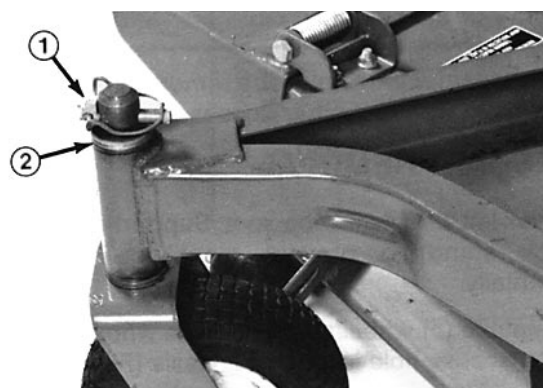

Fig. 9
4. Inserire un cacciachiodi nella sezione superiore o inferiore del tubo di montaggio, e spingere una boccola fuori del tubo (Fig. 9). Togliere anche la seconda boccola, quindi pulire l'interno dei tubi per rimuovere la morchia.